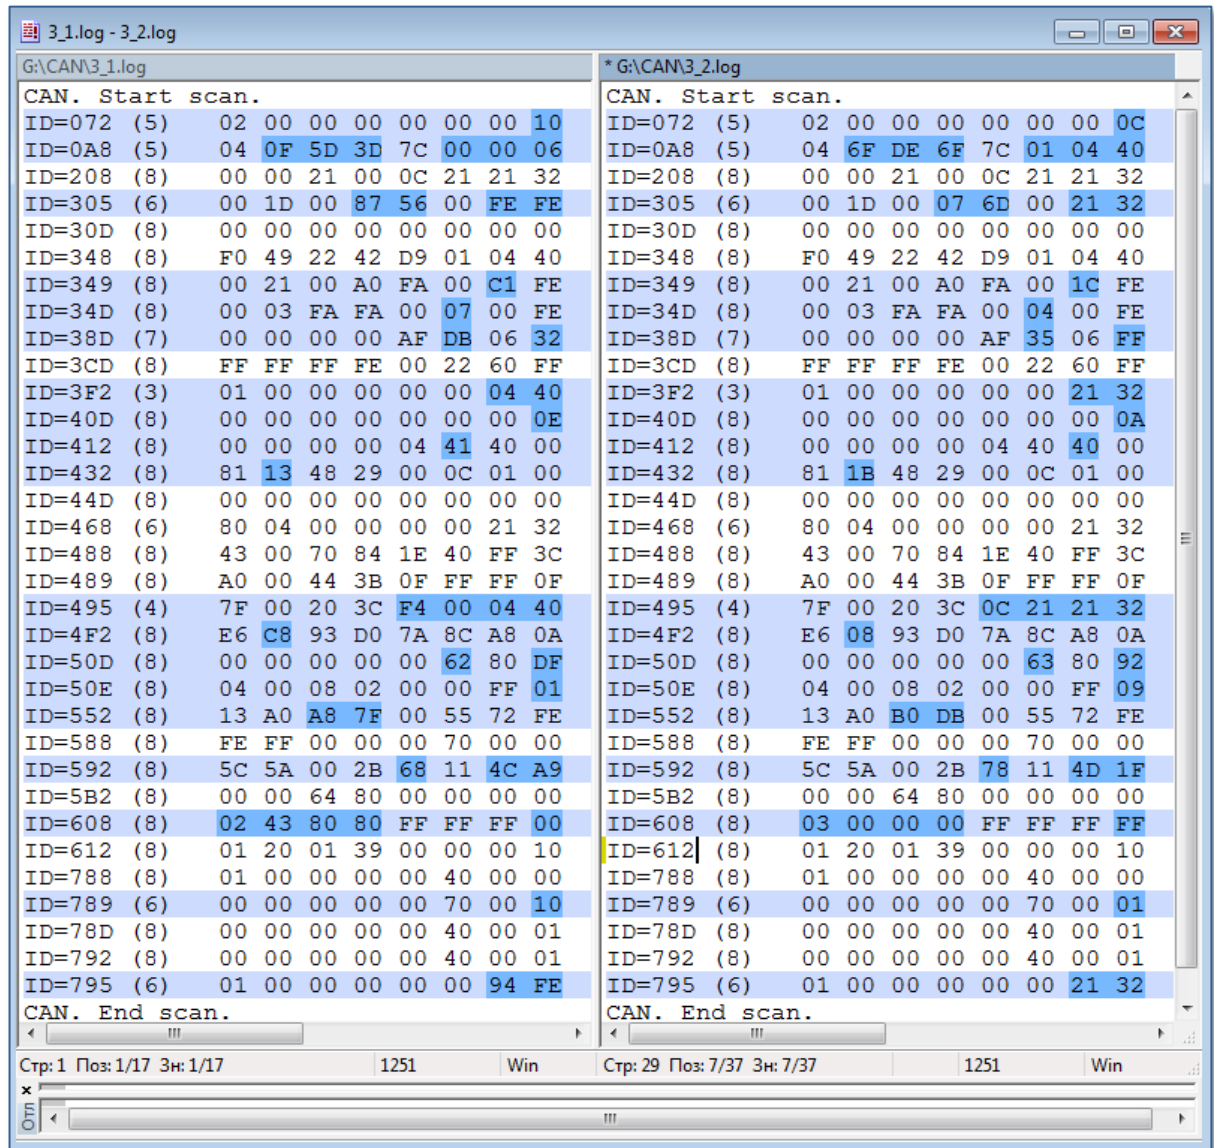

Рисунок 6. Сравнение конечных файлов после заправки еще 10л топлива
3. сравните между собой два Конечных файла и найдите идентификаторы из Списка 2, не изменяющиеся во времени (Рис. 6);